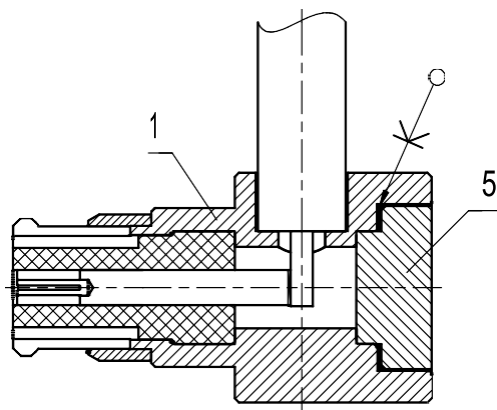

Рис. 38 – Установка крышки в корпус соединителя
- Нанесите клей EPO-TEK-H20E-175 в отверстие для пайки центрального проводника в корпусе и установите в него крышку 5 (рисунок 38);